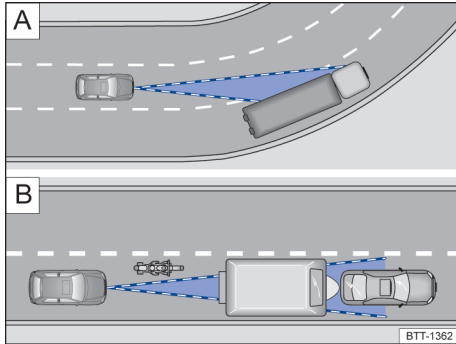

Fig. 101 [A] Conducción en curva. [B] Vehículos fuera del área de alcance del sensor del radar
El sensor de radar siempre realiza las mediciones en dirección recta. Por lo tanto, los vehículos en curvas cerradas pueden detectarse accidentalmente o los vehículos que se encuentran adelantate pueden no detectarse → fig. 101 [A].
- Vehículos que conducen fuera del área del sensor a poca distancia del propio vehículo, por ejemplo, motocicletas → fig. 101 [B].